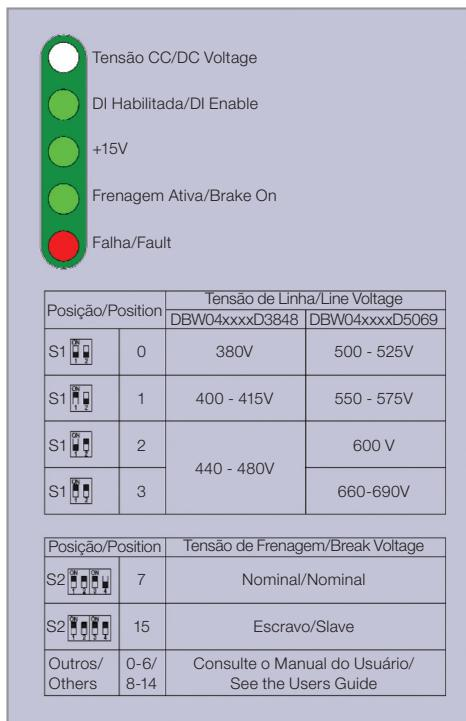

Figura 3.10: Informaciones disponibles en la parte frontal del módulo de frenado DBW04
Función de los LEDs indicadores del DBW04, ver Figura 3.10 en la página 55.
4. Energizar el convertidor. Los LEDs "Tensión CC / DC Voltaje", "+15 V" y "DI habilitada /DI enable", ver Figura 3.10 en la página 55, deberán encenderse. Los demás LEDs deberán estar apagados.